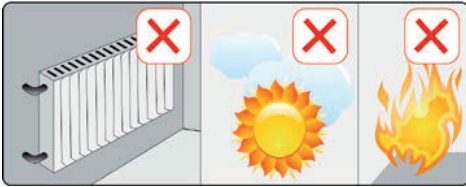

Рис. 1
- Устанавливайте холодильник вдали от источников тепла, в месте, недоступном для прямых солнечных лучей.(Рис. 1).